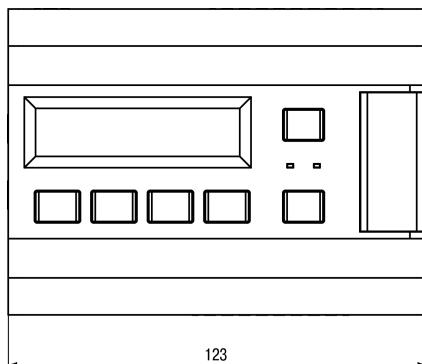

Рисунок 7.1 – Габаритный чертеж прибора
- Подготовить на DIN-рейке место для установки прибора в соответствии с размерами прибора (см. рисунок 7.1).